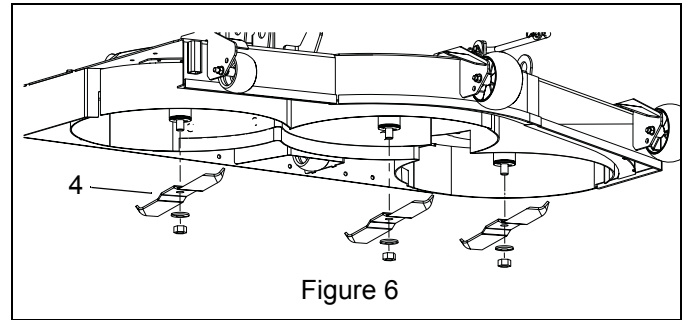

Figure 6
8. Monter les lames à paillis (élément 4) avec les rondelles et les vis retirées auparavant. Serrer les écrous de lame de 5/8" au couple 136 N•m – 163 N•m (100 lb-ft – 120 lb-ft). Voir Figure 6.